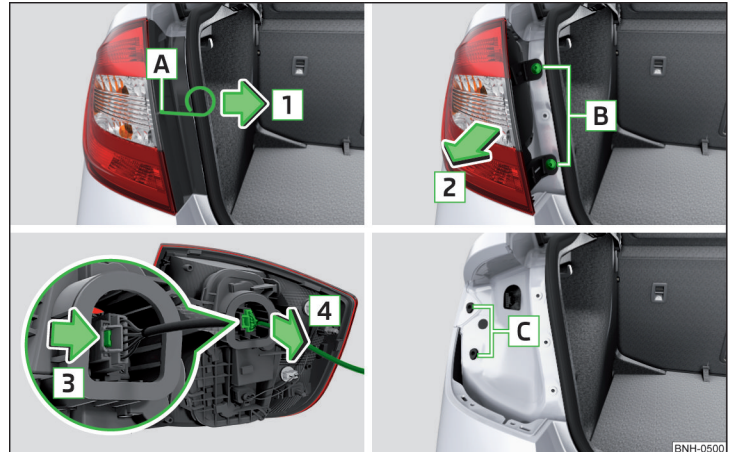
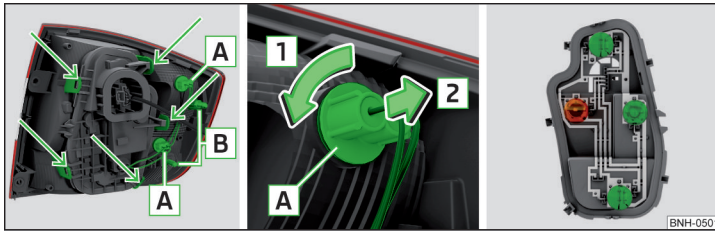

Abb. 191 Leuchte ausbauen / Stecker abziehen
Abb. 192 Äußerer Teil der Leuchte / Innerer Teil der Leuchte
- › In die Öffnung [A] » Abb. 191 den Bügel zum Abziehen der Radvollblenden einführen.
- › Die Leuchte mit den Zapfen [B] » Abb. 192 auf Seite 163 in die Aufnahmen [C] » Abb. 191 in der Karosserie einsetzen.
- › Die Fassung mit der Glühlampe **A** » Abb. 192 in Pfeilrichtung **1** drehen.
- › Den Lampenhalter in mit Pfeilen gekennzeichneten Bereichen entriegeln » Abb. 192 und den Lampenhalter aus der Leuchte herausnehmen.